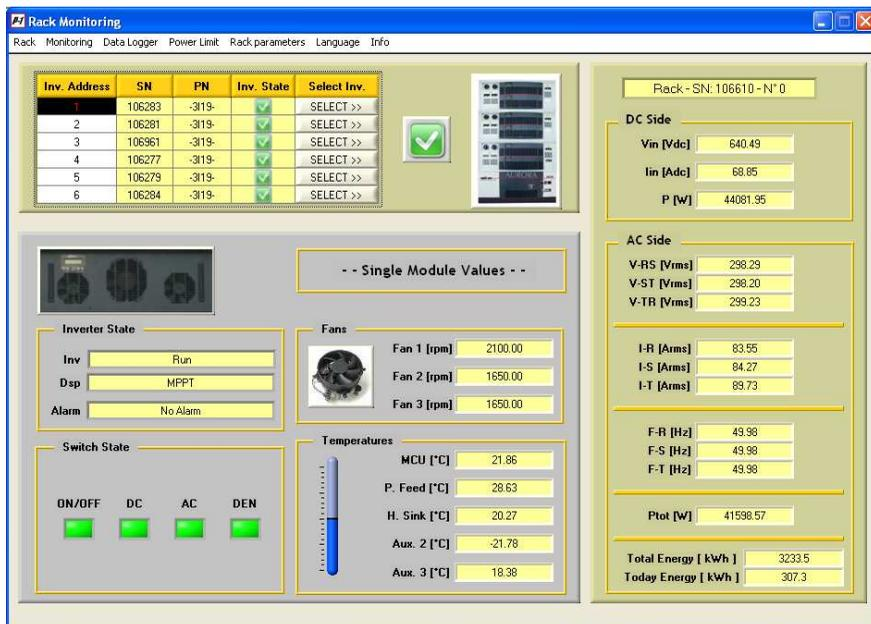

Figura 15-11: Rack Monitoring
➤ Facendo doppio click sull'immagine della torre si accede al menu di gestione del rack (Figura 15-11) in cui è possibile controllare e identificare un eventuale allarme, ed accedere successivamente al singolo modulo.
- ➡ Cliccando due volte sull'immagine del rack si ritorna al menù di interfaccia di quest'ultimo (Figura 15-11).